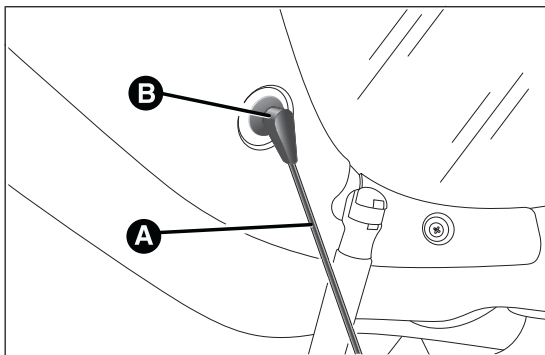

fig. 53
- ☐ liberar los extremos de las dos varillas A fig. 53 de sujeción de la bandeja sacando los ojales B de los pernos de sujeción;